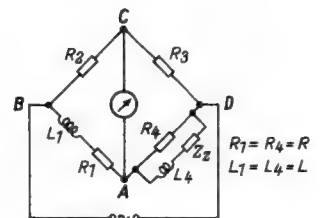

Bild 3. Wien-Robinson-Brücke in induktiver Form
e) Wien-Robinson-Brücke mit Induktivitäten (Bild 3)
Nach Bild 3 gilt: $Z_1 \cdot Z_3 = Z_2 \cdot Z_4$